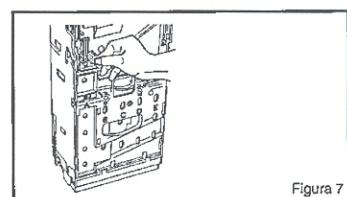

Figura 7
2. Manualmente desde el frente (Sírvase ver la Figura 7): Recomendamos que se rellene cada tubo al sensor de tubo superior o por lo menos se llenen los tubos primarios.